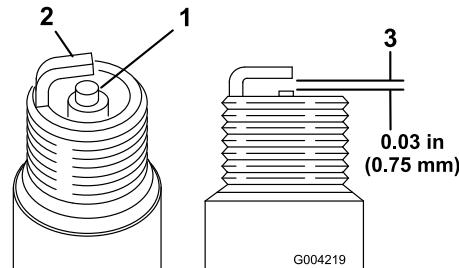

Figure 32
- Examinez le centre des bougies (Figure 32). Si le bec de l'isolateur est recouvert d'un léger dépôt gris ou brun, le moteur fonctionne correctement. S'il est recouvert d'un dépôt noir, c'est généralement signe que le filtre à air est encrassé.
- Contrôlez l'écartement entre l'électrode centrale et l'électrode latérale (Figure 32).
- Courbez l'électrode latérale (Figure 32) si l'écartement est incorrect.